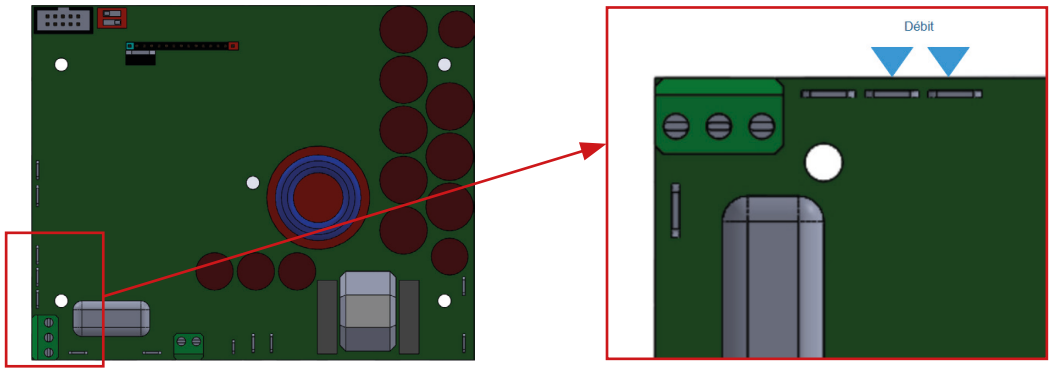

Figure 3
- Connecter le capteur sur la carte comme indiqué sur Figure 3 ci-dessous